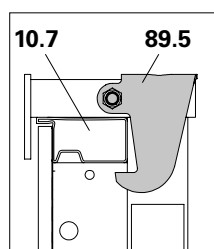
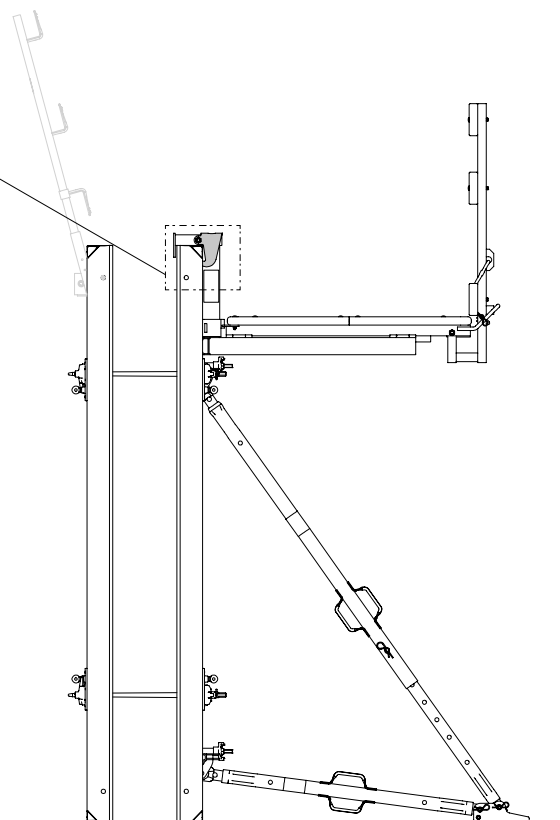

Fig. A7.23a
Fig. A7.23
- La mâchoire de sécurité (89.5) saisit le profil de cadre par le bas (10.7) et fixe l'ensemble. (Fig. A7.23 + Fig. A7.23a)
Le crochet de la mâchoire de sécurité saisit par le bas le profil de cadre (10.7) (Fig. A7.23a)